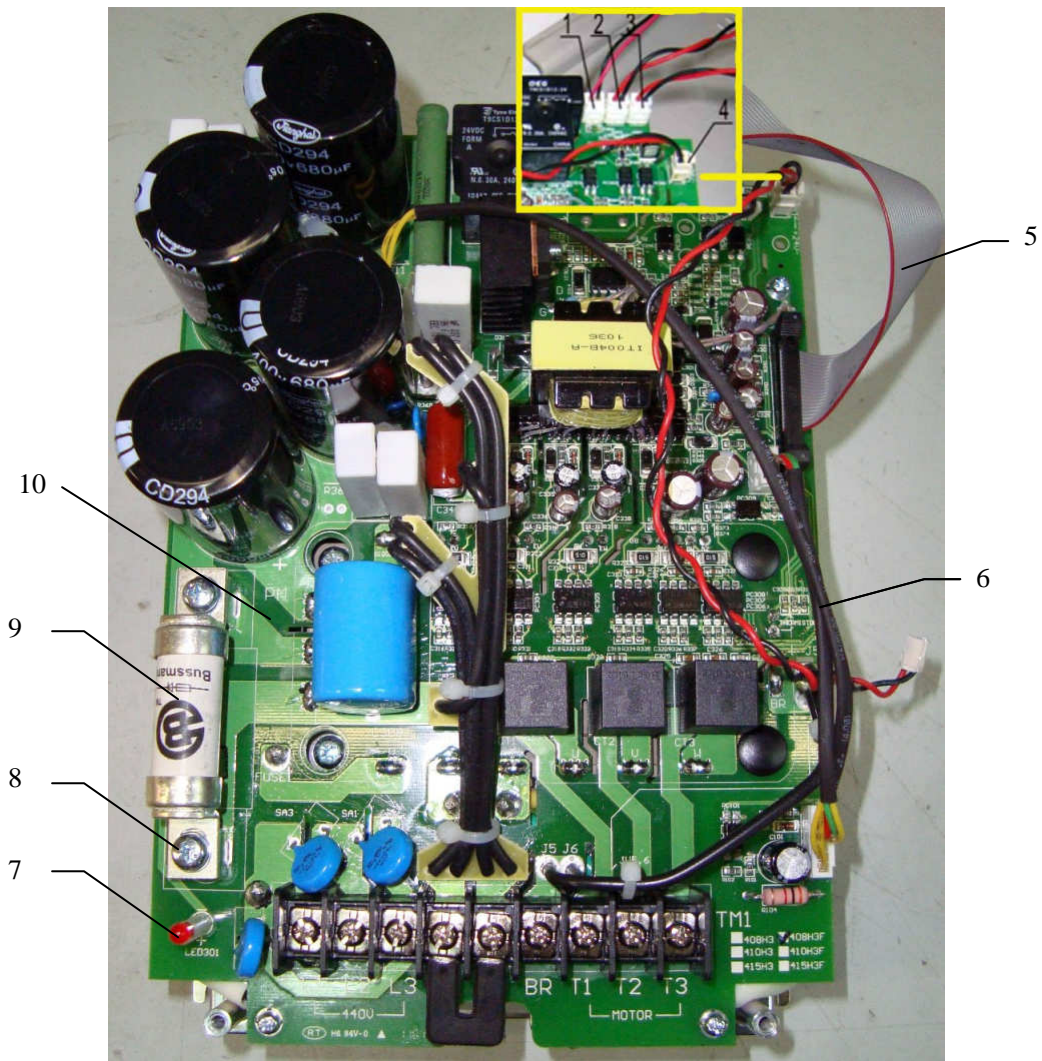

Рисунок 7.10
7.2.12 Установить предохранитель 9 на плату 10, совместив отверстия предохранителя с отверстиями на плате, закрепить предохранитель винтами 8 (рисунок 7.10).
7.2.13 Соединить провода питания вентиляторов, питания ЦП, контрольный кабель и шлейф ЦП с разъемами на плате драйверов (рисунок 7.10).
А – шлейф ЦП (см. рисунок 7.10);
Б – провод питания ЦП (см. рисунок 7.10);